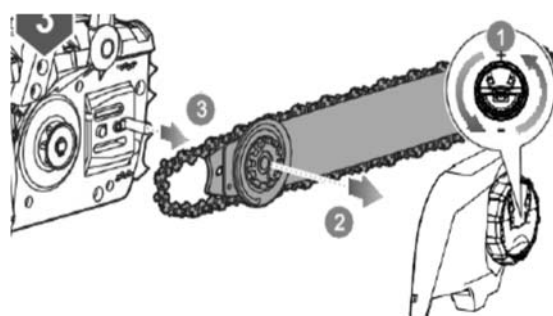

Fig. 5
- Retirez le couvercle du pignon. Retirez la barre et la chaîne de la surface de montage. (Fig 5)